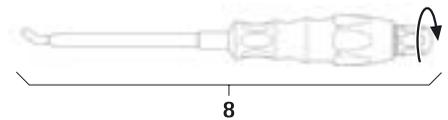

Fig. 8
- Montar el instrumento de inserción de varilla **8**, ver Fig. 8.